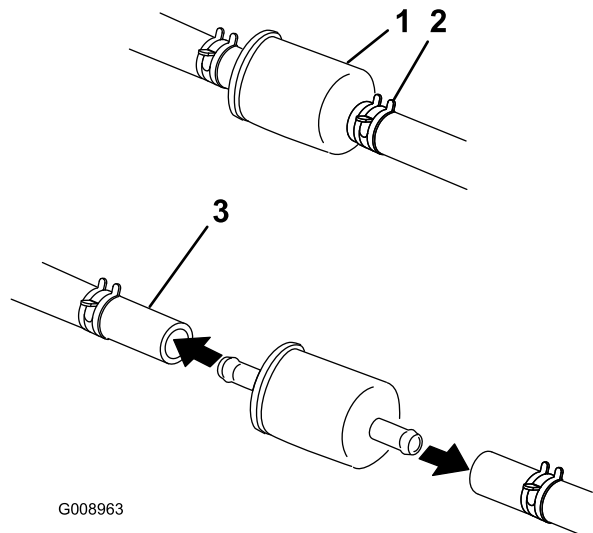

図 20
1. 燃料バルブを閉じ、フィルタのキャブレタ側についているホース・クランプをゆるめ、燃料ラインからフィルタを外す(図 20)。